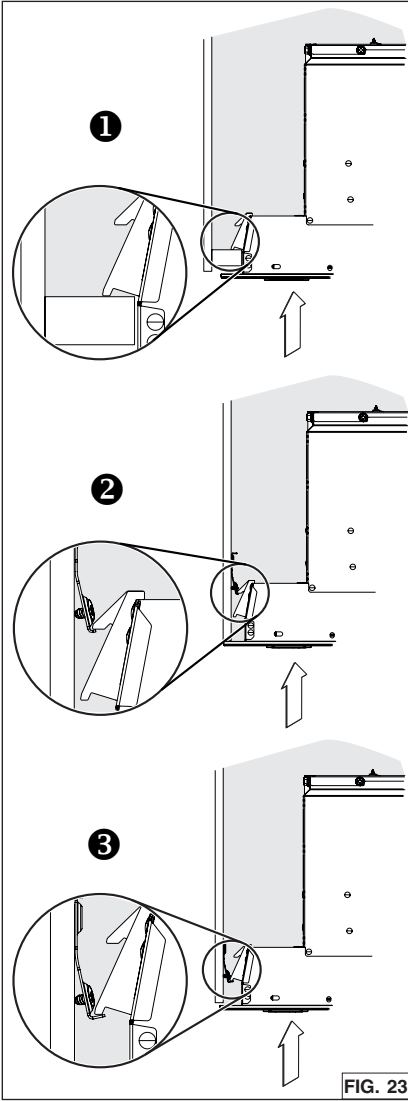

FIG. 23
2. Insérer l'appareil dans l'armoire, jusqu'à ressentir un « clic » provenant des deux côtés de l'appareil, confirmant que les crochets Ease of Install s'appuient sur le dessus des côtés de la base de l'armoire ❶, ou sur les rebords des supports d'armoire ❷ ou ❸ (FIG. 23). Bouger l'appareil de gauche à droite, d'avant à l'arrière et le lever pour vérifier que les crochets Ease of Install retiennent l'appareil à l'intérieur de l'armoire.